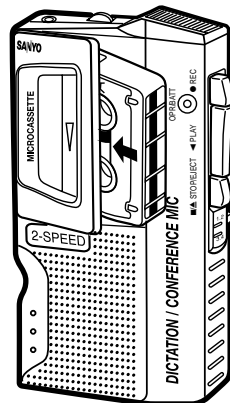

Fig. 5
2. Cargue el microcassette como se indica en la Fig. 5.
1. Cargue el microcassette como se muestra en la Fig. 5.